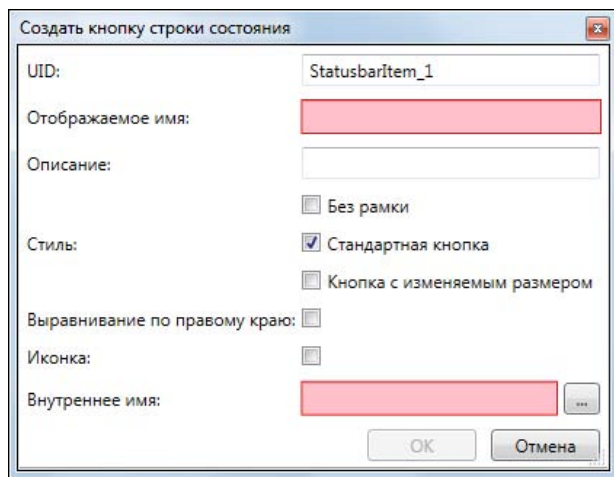

Рис. 12.21. Окно Создать кнопку строки состояния
- ◆ В следующем окне (например, **Создать кнопку строки состояния**, рис. 12.21) заполнить параметры.